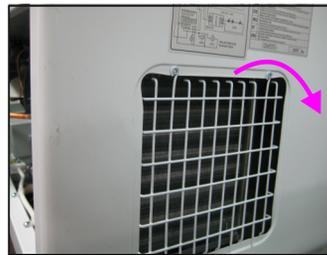
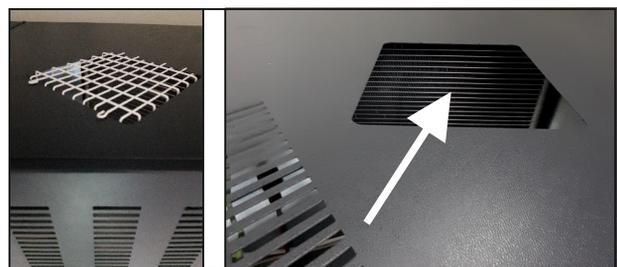

Abb.6
Abb.7
- Entfernen Sie die Schrauben des hinteren Gitters (Abb. 6), um Zugang zum rechten Kondensator zu erhalten, und die Schrauben der Frontplatte (Abb. 7), um Zugang zum linken Kondensator zu erhalten bekommen.
Die mit drehzahlgeregeltem Kompressor ausgerüsteten Geräte (Ref. VSC) sind stets von vorne zugänglich (Abb. 7).